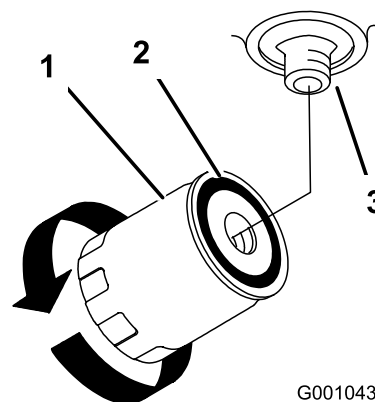

Figura 74
4. Retire el filtro usado y limpie con un paño la superficie de la junta del adaptador del filtro (Figura 74).
7. Gire el filtro en sentido horario hasta que la junta de goma entre en contacto con el adaptador del filtro, y apriete el filtro media vuelta más (Figura 74).